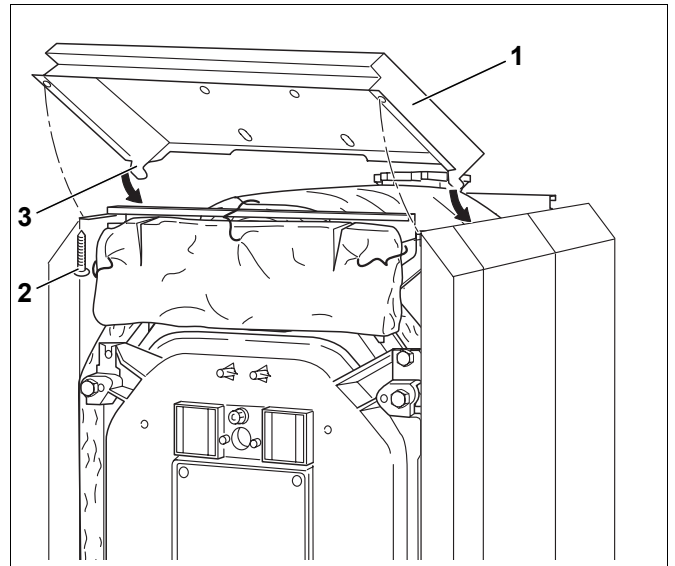

Bild 52 Vordere Haube montieren
- Vordere Haube (Bild 52, **Pos. 1**) mit den beiden Haken (Bild 52, **Pos. 3**) in die vorderen Seitenwände einhängen.
- Mit zwei Blechschrauben (Bild 52, **Pos. 2**) die vordere Haube von unten mit den Längsschienen verschrauben.